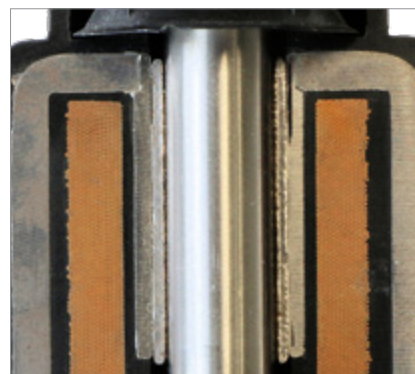

Рис. 8
- Для сравнения: электромагнитный клапан Pierburg в разрезе (рис. 8)